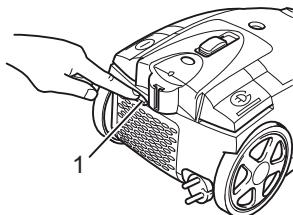

Abb. 27
- Öffnen Sie die Hygiene-Ausblasfilter-Abdeckung (Abb. 27/1). Drücken Sie dazu die Entriegelung (Abb. 27/2) nach unten und ziehen Sie die Hygiene-Ausblasfilter-Abdeckung nach hinten heraus.